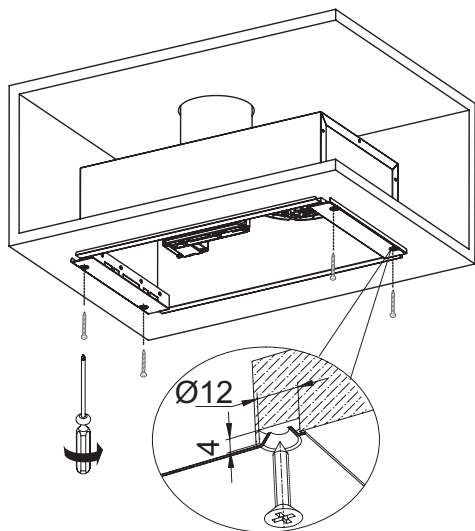

Рис. 4
3. С помощью винтов из монтажного комплекта и отвертки прикрепите вытяжку к шкафу. (Рис. 4)